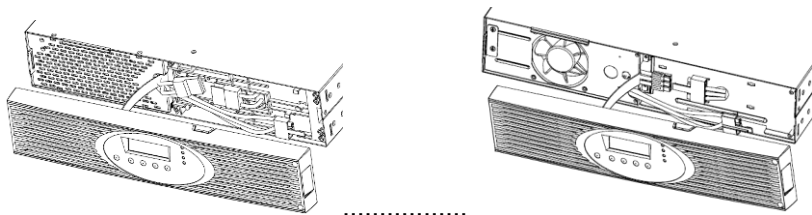

Figura 17: Sostituzione delle batterie interne dell'UPS
2. Separare il collegamento a innesto della batteria interna (vedi Figura 17).
3. **Solo nei sistemi UPS fino a 1.500 VA:** se il cavo per un pacco batterie supplementare non è collegato, spingerlo verso sinistra per un migliore accesso (vedi Figura 17).
10. **Solo nei tipi di apparecchi fino a 1.500 VA:** se il cavo per un pacco batterie supplementare non è collegato, fissare nuovamente il cavo sul supporto corrispondente sulla copertura delle batterie (vedi Figura 17).